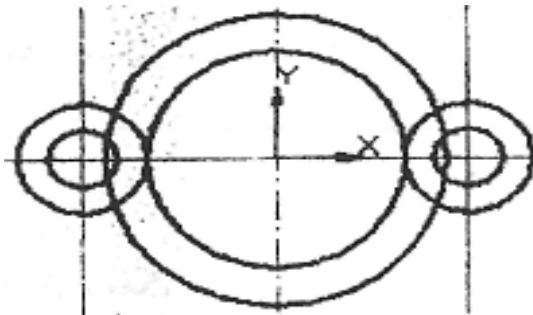

Рисунок 2
1. Постройте окружности по образцу с использованием размеров, указанных на детали (см. рисунок 2).